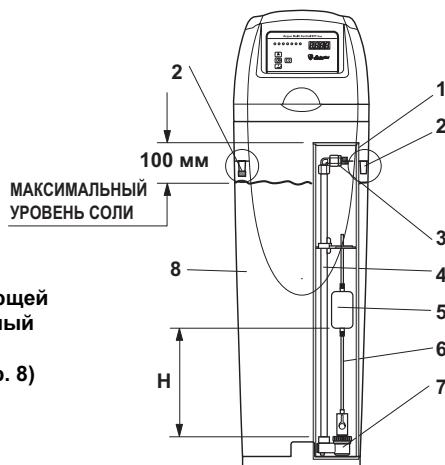

Рис. 5
- 1 Заполнить контейнер для соли до уровня 100 мм от края трубы растворителя (см. Рис. 5).